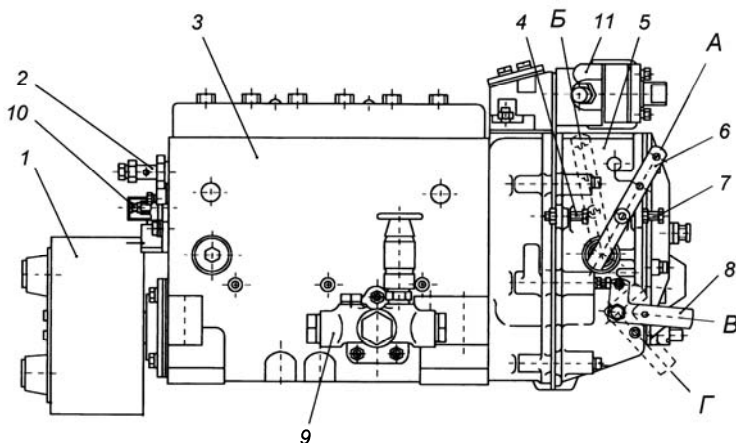
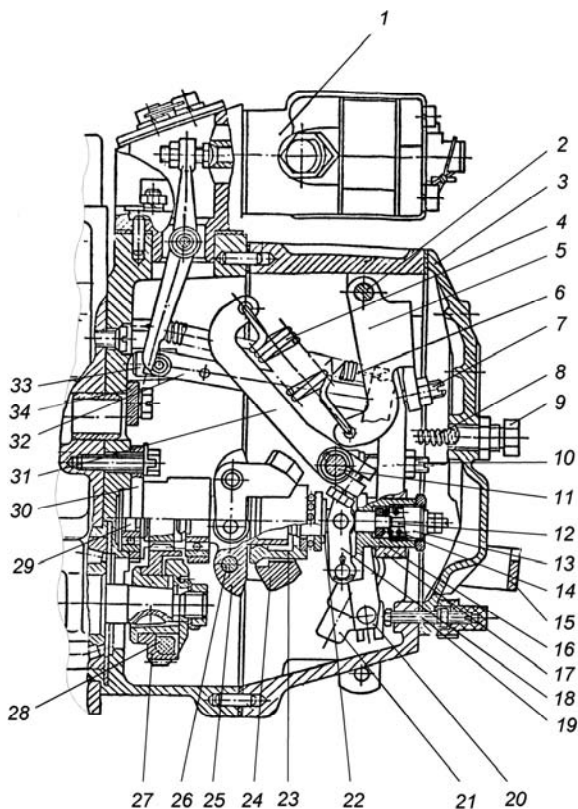

Рис. 26. Топливный насос высокого давления:
Рис. 27. Регулятор частоты вращения:
Топливный насос высокого давления в сборе с регулятором частоты вращения, топливоподкачивающим насосом и демпферной муфтой изображен на рис. 26.
Регулятор частоты вращения (рис. 27, 27а) механический всережимный центробежного типа предназначен для поддержания заданного водителем скоростного режима работы двигателя путем автоматического изменения количества подаваемого топлива в зависимости от изменения нагрузки на двигатель.
Рис. 27а. Регулятор частоты вращения:
Муфта 23 с упорной пятой 22 в сборе одним концом опирается на направляющую поверхность державки, а за второй конец подвешена на рычаге 18 корректора, закрепленном на втулке 16 рычага регулятора. Пята муфты грузов связана через узел отрицательного корректора с рычагом рейки 20 и через тягу 32 с рейкой топливного насоса. К верхней части рычага рейки присоединена пружина 6 рычага рейки, удерживающая рейку насоса в положении, соответствующем максимальной подаче, что обеспечивает увеличенную подачу топлива при пуске двигателя. В нижнюю часть рычага рейки запрессован палец, который входит в отверстие ползуна кулисы 21. Вал 11 рычага регулятора жестко связан с рычагом управления 6 (рис. 26) и рычагом пружины 31. Перемещение рычага управления регулятором ограничивается двумя болтами 4 и 7 (рис. 26). За рычаг пружины
31 (коротким зацепом) (рис. 27) и двуплечий рычаг 5 (длинным зацепом) зацеплена пружина регулятора 4, усилие которой передается с двуплечего рычага на рычаг регулятора через винт - 7 двуплечего рычага. В рычаг регулятора ввернут регулировочный болт 10, который упирается в вал рычага пружины и служит для регулировки номинальной подачи топлива. В нижней части рычаг регулятора снабжен боковой накладкой, удерживающей втулку 16 обратного корректора и упорную пятю 22 от проворота. Кроме того, хвостовик болта крепления боковой накладки, входя в боковой продольный паз втулки предохраняет ее от выпадания из расточки рычага. Упор 34, закрепленный на корпусе регулятора, не позволяет рычагу пружины 31 опасно приближаться к вращающейся державке грузов. В нижней части рычага регулятора расположены корректирующие устройства, предназначенные для формирования внешней скоростной характеристики ТНВД и крутящего момента двигателя. ТНВД 133-20 оснащен отрицательным корректором (рис. 27), а ТНВД 133-30 – комбинированным корректором (рис. 27а). Для полного выключения подачи топлива служит механизм останова, состоящий из кулисы 21, скобы 15 и возвратной пружины. Во время работы кулиса прижата усилием возвратной пружины к регулировочному винту 19.
грузов 23 рычаг рейки 32 до упора втулки 16 (рис. 27а) отрицательного корректора в положительный корректор 36. Далее, преодолевая сопротивление буферной пружины 8, грузы перемещают вправо всю систему рычагов и рейку ТНВД до установления цикловой подачи секции ТНВД, соответствующей минимальному скоростному режиму (режиму минимальной частоты вращения холостого хода).
Корректоры, установленные на рычаге 17 регулятора (рис. 27 и 27а), обеспечивают изменение цикловой подачи в зависимости от частоты вращения коленчатого вала.
Положительный корректор 34, 35, 36 (рис. 27а) обеспечивает постоянное увеличение подачи топлива при уменьшении частоты вращения коленчатого вала двигателя от номинальной до $1300+50 \text{ мин}^{-1}$ и тем самым обеспечивают тяговую характеристику двигателя в зоне максимального крутящего момента.
Отрицательный корректор ТНВД 133-30 (16, 18, 37, 38, 39 рис. 27а), обеспечивает постепенное уменьшение цикловой подачи топлива при уменьшении частоты вращения коленчатого вала двигателя от 1300 мин⁻¹ до 1000 мин⁻¹ и тем самым обеспечивает бездымную работу двигателя.
Отрицательный корректор ТНВД 133-20 (12, 13, 14, 16, 18 рис. 27) обеспечивает постепенное уменьшение цикловой подачи топлива при уменьшении частоты вращения коленчатого вала двигателя от номинальной до 1000 мин⁻¹.
- 1 Минимальная частота вращения холостого хода регулируется болтом 7 (рис. 26) и корпусом буферной пружины 9 (рис. 27);
- 2 Максимальная частота вращения холостого хода (начало выброса рейки) регулируется болтом 4 (рис. 26).
- 3 Номинальная мощность (подача) регулируется болтом 10, подрегулируется винтом 19 (рис.27).
- 4 Максимальный крутящий момент (для ТНВД 133-30) подрегулируется корпусом пружины корректора 34 (рис. 27а).
- 5 Предварительное натяжение пружины (разность оборотов конца и начала выброса рейки) регулируется винтом 7 (рис. 27).
для ТНВД 133-20 - гайкой корректора 12 (рис. 27);
для ТНВД 133-30 - шайбами между упором 39 и втулкой 16 корректора (рис. 27а).
для ТНВД 133-20 - корпусом корректора 13 (рис. 27);
для ТНВД 133-30 - шайбами между пружиной 38 и пробкой 37 корректора (рис. 27а).